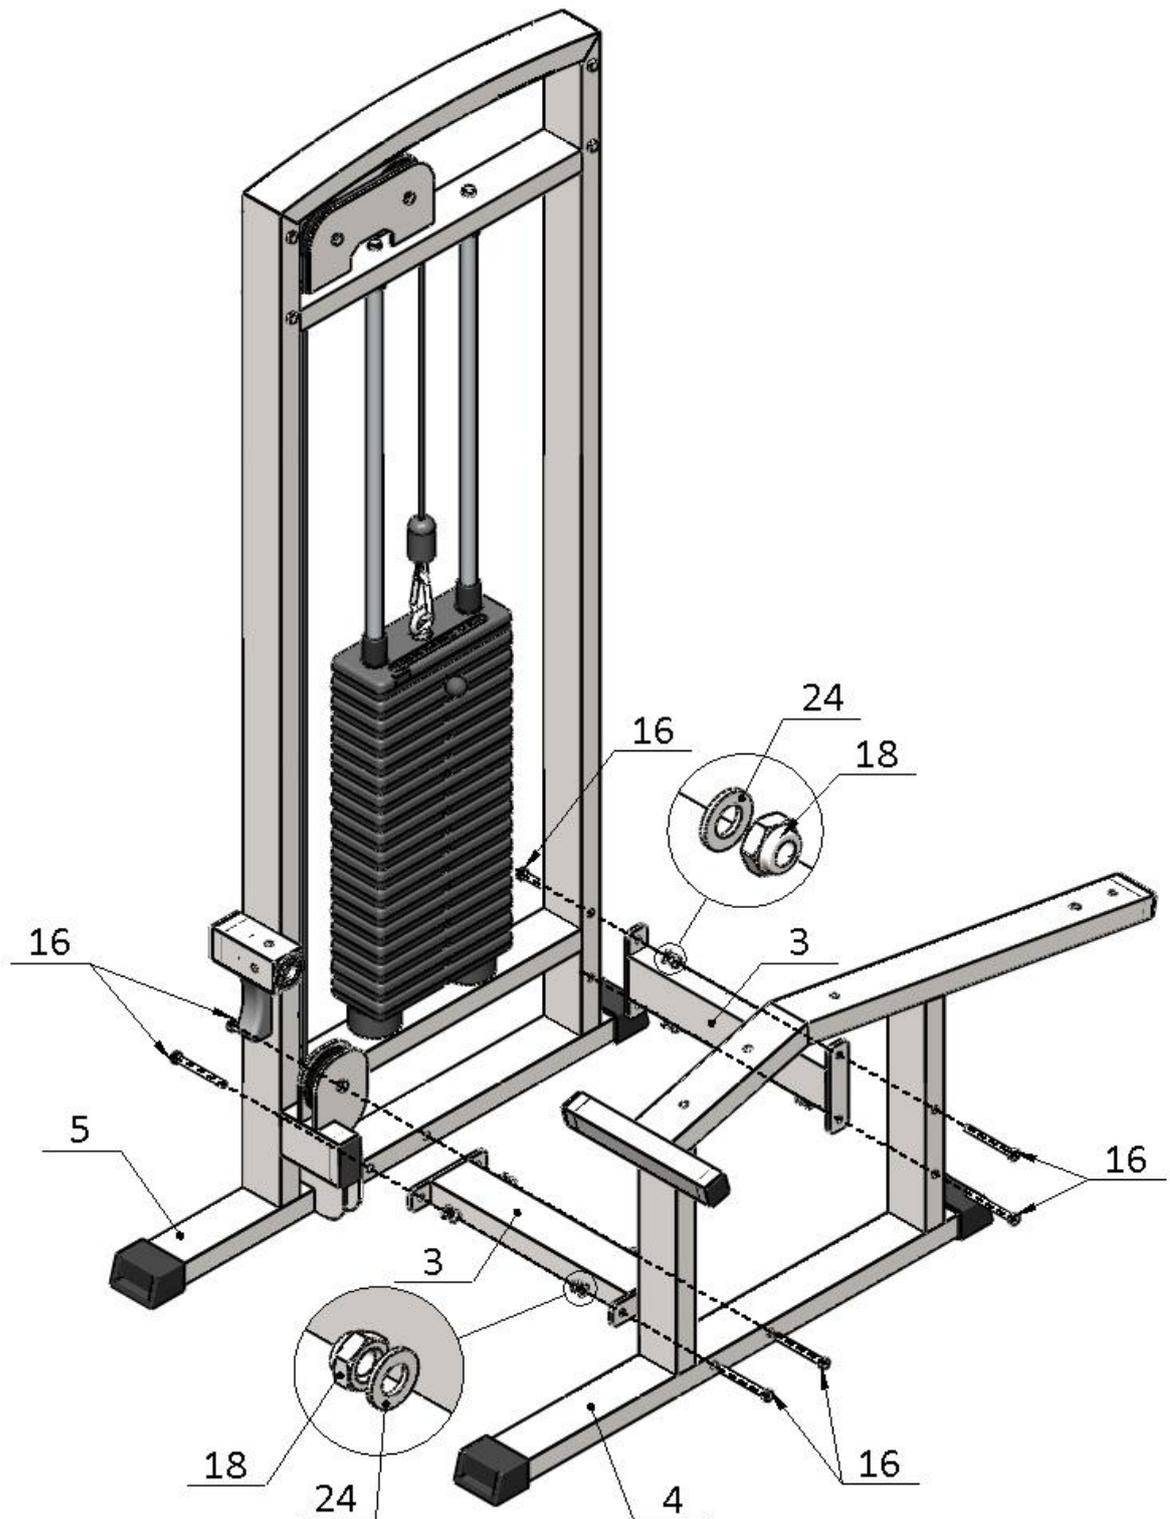

Рис.2
2. К раме грузоблоков (5) прикрутите основную раму (4) при помощи перемычек (3) и комплекта крепежа: болт M10x100 (16), гайка M10 (18), шайба D10 (24) (рис.2).